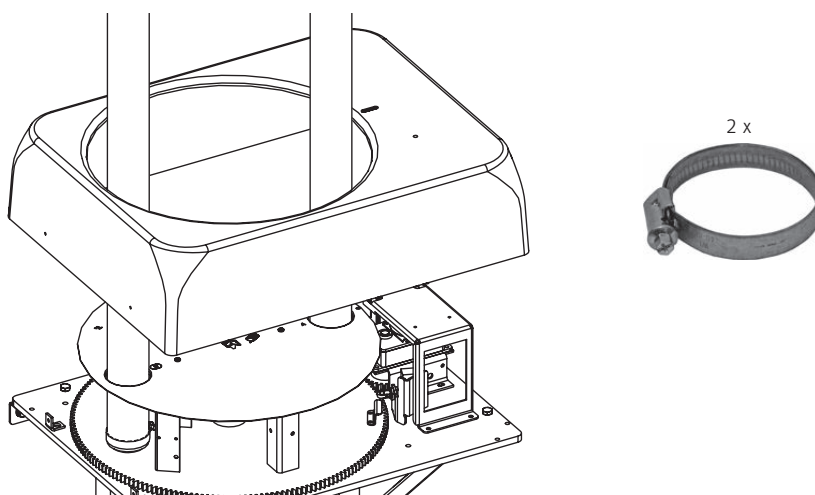

Fig. 53 Connessione del tubo di mandata e ritorno aria
- ▶ Far passare il tubo di mandata e ritorno (A, B) attraverso il cappuccio di copertura, collegare il tubo di alimentazione alla connessione A e il tubo di ritorno alla connessione B sull'unità di commutazione, e fissarlo con una clip – Fig. 53.